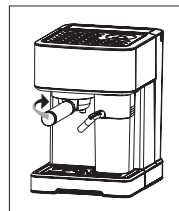

Рис. 5
- Поверните ручку держателя фильтра (3) влево и снимите его (рис. 5), дождитесь полного остывания держателя фильтра (4), выньте установленный фильтр (32) и силиконовый диффузор для кофе (33), промойте фильтр (32) и диффузор для кофе (33), просушите и установите их в держатель фильтра (4).